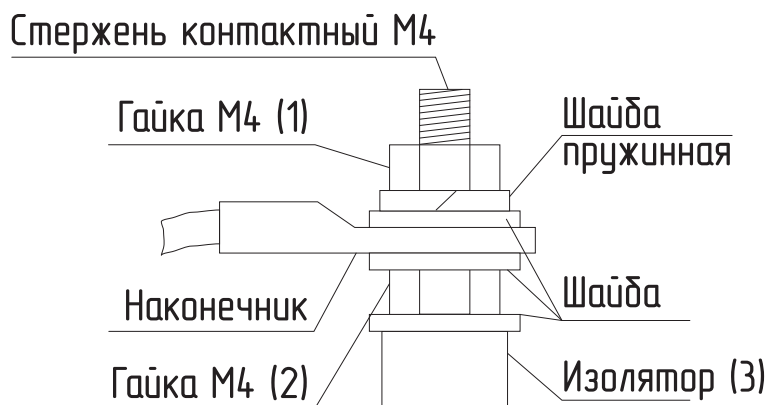

Рис. 21 Присоединение проводов к выводам блок ТЭН
- Гаек на контактных стержнях ТЭН с усилием 1,8 Нм (см. **Рис. 21**);
- При замене блока ТЭН присоединение фазных проводов к выводам блока ТЭН производить согласно **Рис. 21**. Сечение кабеля указано в **Табл. 2** и **Табл. 3**;
- Провод нейтрали «N» подключить на перемычку блока ТЭН (**Рис. 21**).